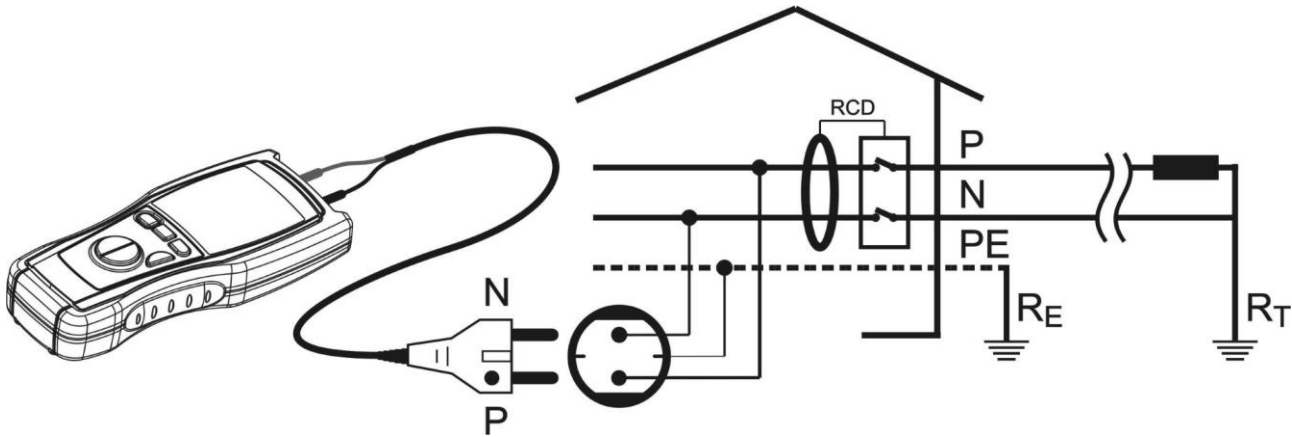

Fig.9: Anslutning av instrumentet under Ra \perp test
1. Anslut testledningarna till instrumentet. Anslut sedan grön ledning till jord och svart ledning till fas (se fig. 9).
2. Anslut schuko-kabeln till instrumentet. Anslut sedan stickproppen till ett uttag (fig 9).